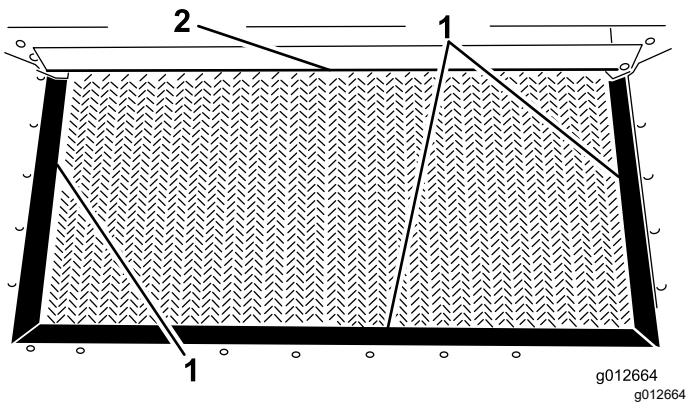

Bild 27
- Dichtungen und Klappenkante des Füllkastens auf Verschleiß oder ausgerissene Kanten prüfen (Bild 27).